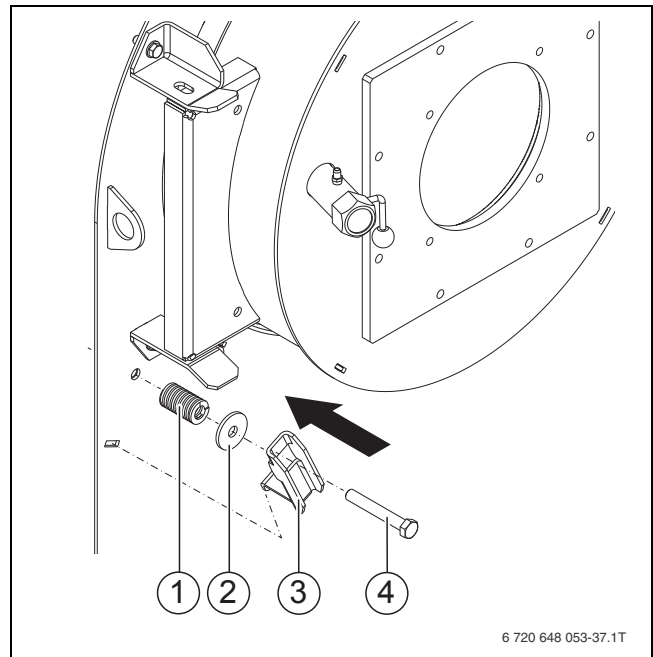

Рис. 18 Монтаж
- ▶ Снимите коромысло (→ рис. 18, [3], стр. 22).
- ▶ Ослабьте пружину (→ рис. 18, [1]) винтом с внутренним шестигранником (→ рис. 18, [4]).
- ▶ Установите шайбу (→ рис. 18, [2]).